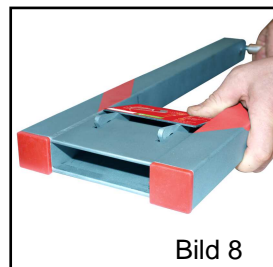

Bild 8
e) Das Handkraftmessgerät **SpannControl** von der Spann-ratsche abnehmen. Auf die Entriegelungsklappe (3) drücken, dadurch wird diese in Kippstellung gebracht. Die Greifarme (8) geben den Spannratschenhandgriff frei (Bild 8). Danach die Spannratsche wie gewohnt schließen.